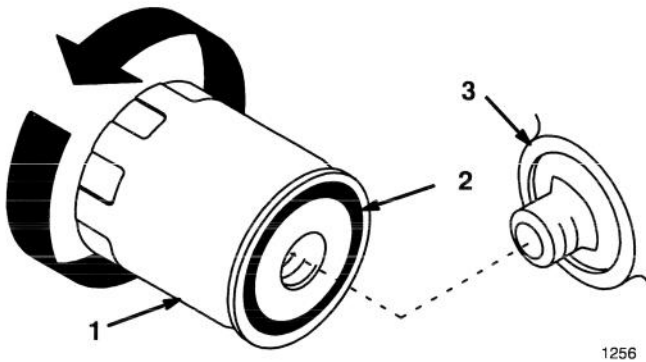

Figure 37
2. Déposer le filtre à huile de transmission usagé et essuyer la surface du joint de l'adaptateur du filtre (Fig. 37).
3. Enduire d'une mince couche d'huile fraîche le joint de caoutchouc du filtre neuf (Fig. 37).
4. Monter le nouveau filtre à huile de transmission sur l'adaptateur, en vissant le filtre dans le sens des aiguilles d'une montre jusqu'à ce que le joint de caoutchouc touche l'adaptateur, puis en le vissant encore de 1/2 tour supplémentaire (Fig. 37).